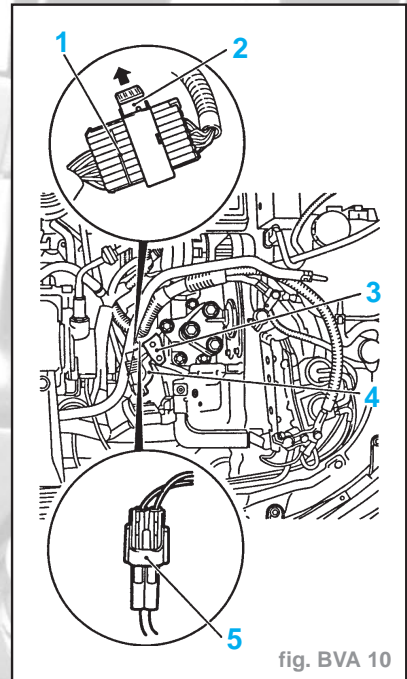
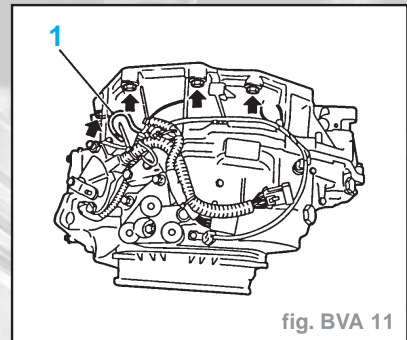

fig. BVA 10
fig. BVA 11
- Défaire l'agrafe de sûreté (1) en faisant levier avec un tournevis et dégager le câble de levier de sélection de la pièce de maintien.
- Débrancher les fiches de faisceau de câbles (1) pour commutateur de position du levier de sélection. Débloquer la fermeture à glissière (2) dans le sens de la flèche (fig BVA. 10).
- Démonter le faisceau de câbles de boîte de vitesses du support (4).
- Débrancher les fiches de faisceau de câbles du capteur de température d'huile (5).
- Enlever les vis de fixation pour pièce de maintien de câble de commande du levier de sélection (3) avec support de faisceau de câbles de boîte de vitesses de la boîte de vitesses. Enlever la pièce de maintien du câble de commande du levier de sélection et support faisceau de câbles de boîte de vitesses.
- Débrancher le flexible de purge (1) de la boîte de vitesses (fig BVA. 11).
- Enlever les vis de fixation (1) pour bloc